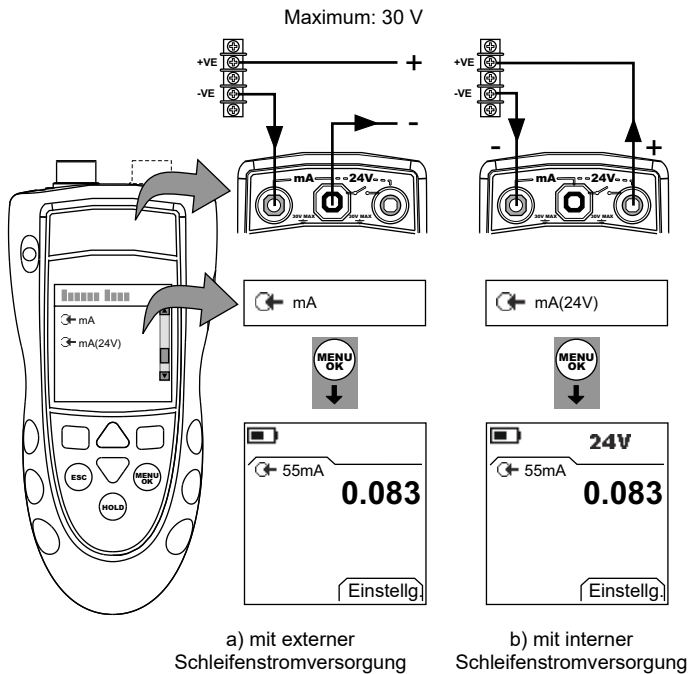

Abbildung 7: Beispielkonfiguration: Strommessung
1. Schließen Sie das Gerät an (Abbildung 7) und ändern Sie ggf. die Option *Konfig.* (Tabelle 1).
1. Nur DPI802/802P. Schließen Sie das Gerät an die Kalibrierausrüstung an (Abbildung 7).